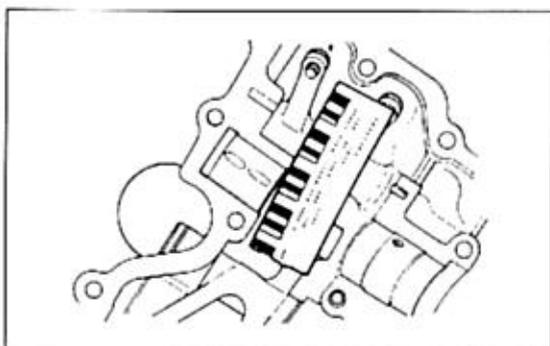

Bild 114
-  Sperrklinke der Steuerkettenspanner (Bild 114) entriegeln und Druckstange eindrücken, um ruckfreie Bewegung zu kontrollieren.
- Vorderen (mit F-Markierung) und hinteren Steuerkettenspanner (mit R-Markierung, Bild 114) und Kettenführung im Zylinder anbringen. Anzugsmoment Kettenspanner-Befestigungsschraube 8 bis 12 Nm.